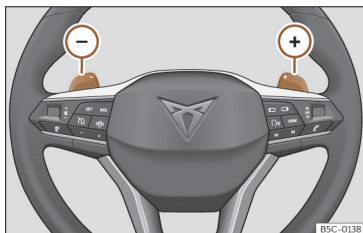

Fig. 139 Volante: alavancas de mudança automática de velocidade.
- Pressione a alavanca de mudanças (+) para engrenar uma velocidade mais alta»» **Fig. 139**.